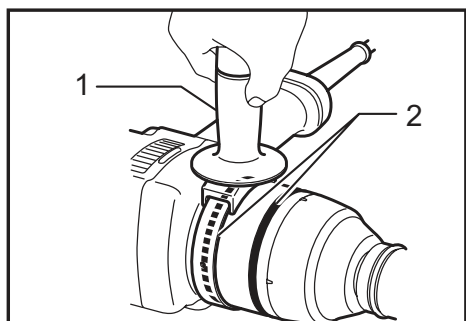

Fig.2
► Fig.2: 1. Side grip 2. Groove